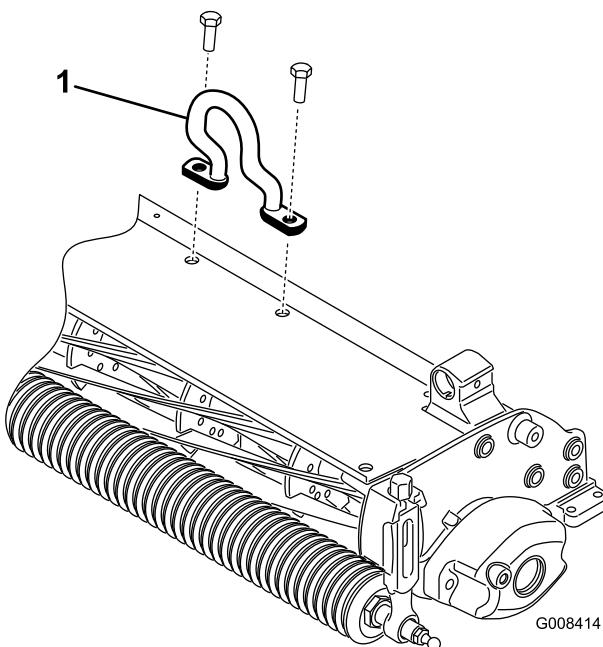

Figura 12
2. Instale o cilindro de elevação desviado (Figura 12) na parte superior da unidade de corte com (2) parafusos M10-1,5. Aperte o parafuso a 34-41 Nm. O gancho de elevação desviado deve ser posicionado com o ganho para a frente.